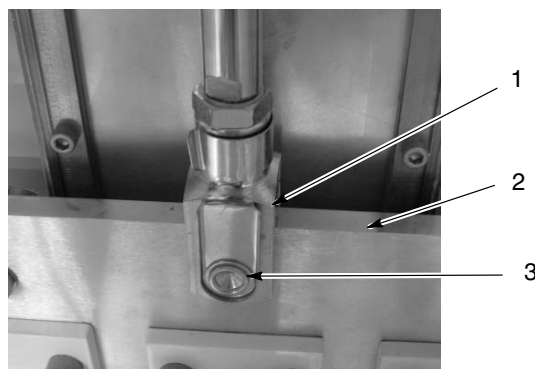

Abb. 8-6 Ösenbolzen des Hubzylinders
2. Siehe Abb. 8-6. Den Ösenbolzen (3) von der Öse (1) abnehmen und den Bolzen aus Öse und Wagenplatte nehmen (2). Den Bolzen nicht verlieren, Sie brauchen ihn zur Installation des neuen Zylinders.